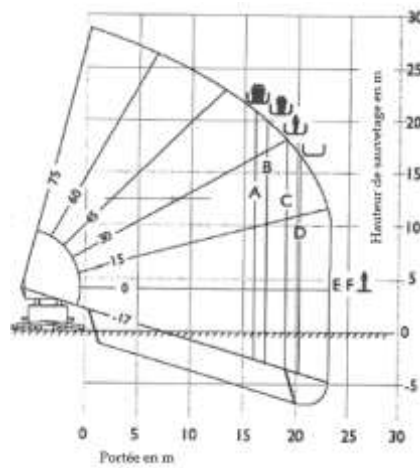

Figure 17 : Schéma de travail échelle - DLA(K) 23-12
- portée de 16,1 mètres, depuis le bord des vérins déployés au maximum, pour 21 mètres de hauteur sans retirer de sécurité. En retirant des sécurités, c'est-à-dire en diminuant le nombre de personnes admissibles à bord de la nacelle, la portée augmente mais le premier niveau est pris comme référence pour le sauvetage de personnes (cfr. Figure 17) ;